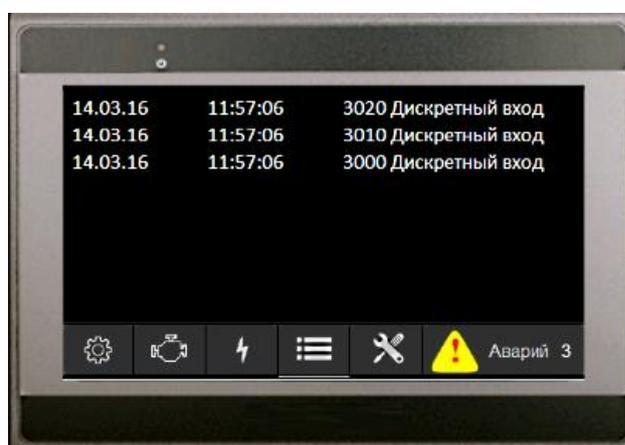

Рис.3 Список активных неисправностей
- Список активных неисправностей (рис.3)